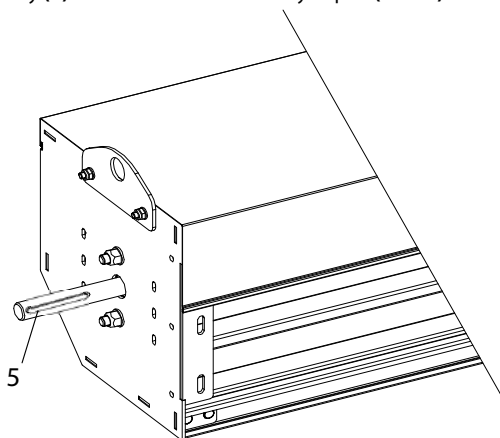

Рисунок 5
4. Установите шпонку **(5)** в шпоночный паз на валу ворот. **(Рис. 5)**